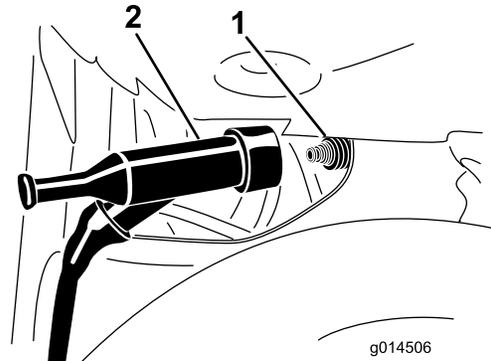

Figure 45
3. Débranchez le fil de la borne de la bougie (Figure 45).
4. Poussez le fil sur la borne de la bougie (Figure 45).